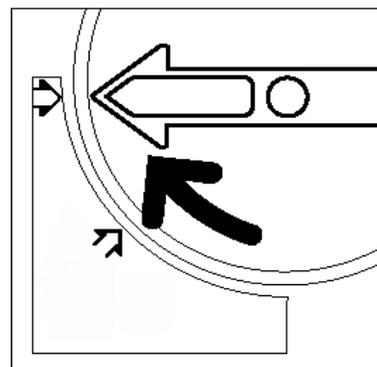

Abb. 13: Patrone drehen
- 8 Die Patrone im Uhrzeigersinn drehen, bis der Punkt auf der Patrone am Punkt auf dem Gerät ausgerichtet ist und die Pfeile auf der Patrone horizontal ausgerichtet sind (s. Abb. 13).